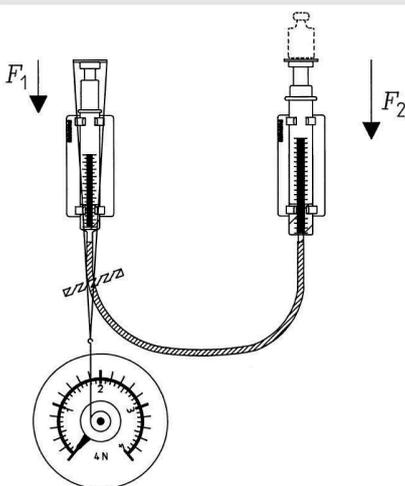

Fig. 2
- Montar el modelo de una prensa hidráulica en el tablero de demostración, colocándolo de modo que las placas de pistón queden niveladas con el borde superior del tablero (Fig. 2).
- Si es necesario, presiona el tubo al tablero con una tira adhesiva (fig. 2).
La representación gráfica de F_1 en función de F_2 da como resultado una línea recta que pasa por el origen de coordenadas (Fig. 2). Es decir: $F_1 \sim F_2$ o $F_1/F_2 = \textit{konstant}$